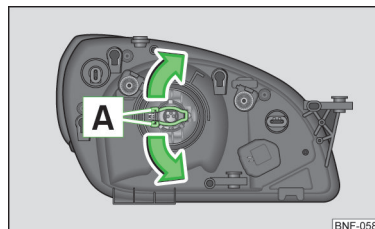

Fig. 128
- Apăsăți etrierul de siguranță **A** » fig. 128 nspre far și desprindeți-l apoi n sensul săgeților.